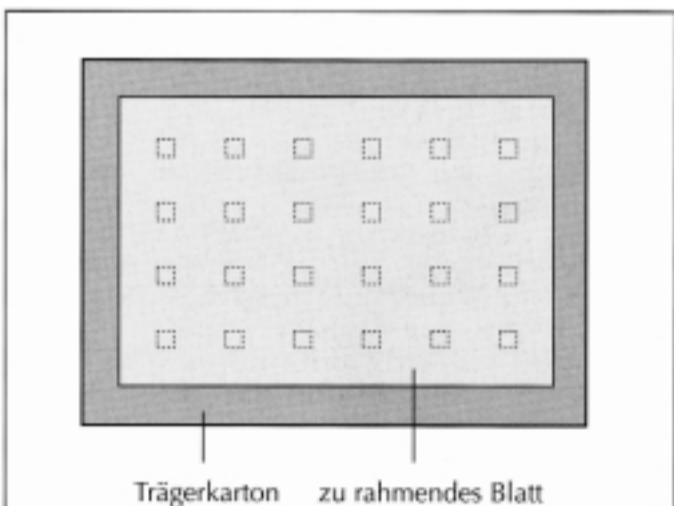

Bild 4: Positionierung von Falzen
3. Montierung mit einfachem V-Falz (Bild 4, Bild 10)